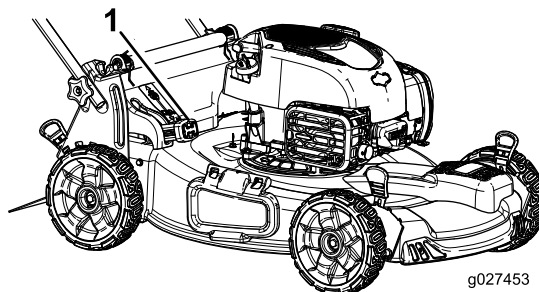

Figura 18
- **Per insaccare erba e sfalcio**, premete il pulsante sulla leva Bag-on-Demand e spostatela in avanti fino a quando il pulsante sulla leva non si solleva di scatto (Figura 18).